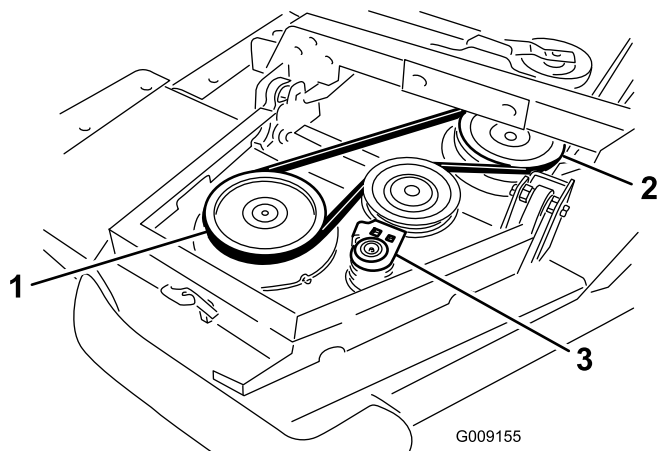

Figura 5
- A. Instale la correa alrededor de la polea del eje del ala y de la polea del eje de la carcasa delantera (Figura 5).
- B. Con una llave de carraca u otra herramienta similar, aleje la polea tensora de las otras poleas (Figura 5).